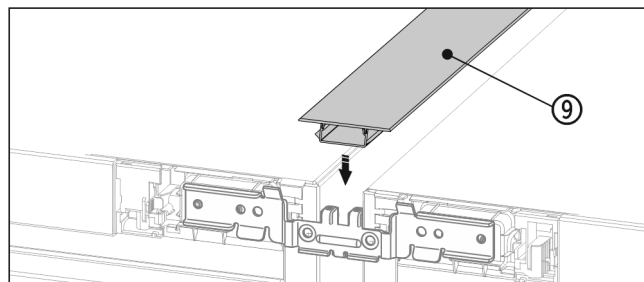

Fig. 20 *
- ▶ Wcisnąć krótką listwę zakrywającą Fig. 20 (9) na powierzchni górnej do szczeliny poziomej.*